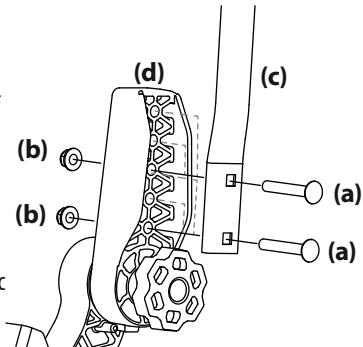

Figure 9
- Retirez les deux boulons de carrosserie (a) et les deux écrous autobloquants (b) qui fixent la barre de conduite (c) au dispositif de réglage (d). Voir Figure 9.
- Placez la barre de conduite à la hauteur désirée et retenez-la avec les boulons de carrosserie et les écrous autobloquants à bride. Voir Figure 9.
- Si les stabilisateurs ne sont pas alignés après le réglage du bouton, desserrez les écrous (b), alignez les stabilisateurs et resserrez les écrous. Une fois ce réglage fin effectué, les barres stabilisatrices s'alignent lors de l'ajustement du bouton. Voir Figure 9.